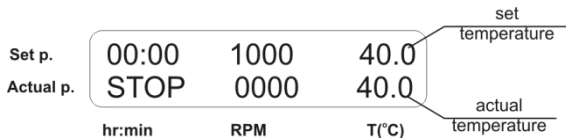

Abb. 4 Steuerung im Betriebsmodus
- 5.8. Angenommen, die Anzeige des unabhängigen Sensors zeigt 39 °C an, die auf dem Display angezeigte tatsächliche Temperatur beträgt jedoch 40 °C (Abb. 4). Dann muss eine 1°C-Korrektur hinzugefügt werden.